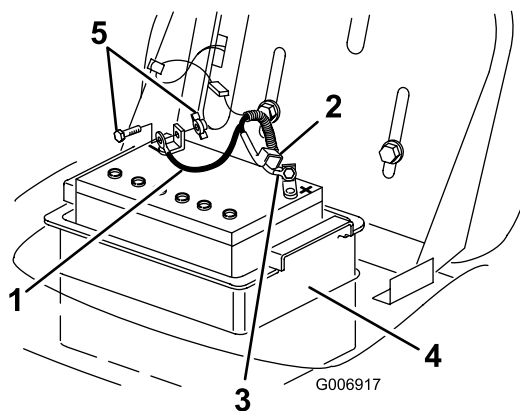

Figure 26
4. Débranchez le câble négatif (noir) de mise à la masse de la borne de la batterie (Figure 26).
- Repoussez le capuchon en caoutchouc sur le câble positif (rouge). Débranchez le câble positif (rouge) de la borne de la batterie (Figure 26).
- Sortez le compartiment de la batterie et la batterie du châssis (Figure 26).
- Placez le compartiment de la batterie et la batterie dans le châssis (Figure 26).
- Connectez le câble positif (rouge) à la borne positive (+) de la batterie à l'aide du boulon et de l'écrou papillon (Figure 26).
- Connectez le câble négatif (noir) à la borne négative (-) de la batterie à l'aide du boulon et de l'écrou à oreilles (Figure 26).